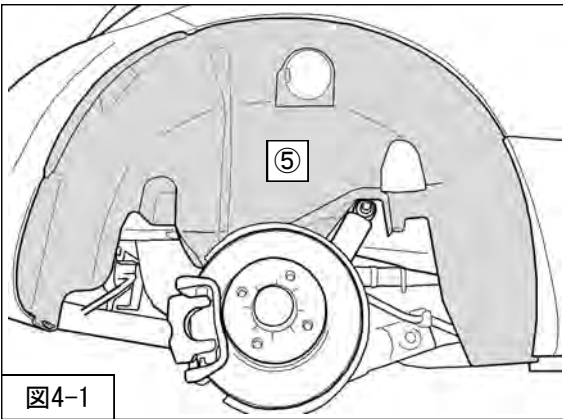

図4-1
1. ⑤右側のインナーフェンダーを取付けてください。(図4-1)